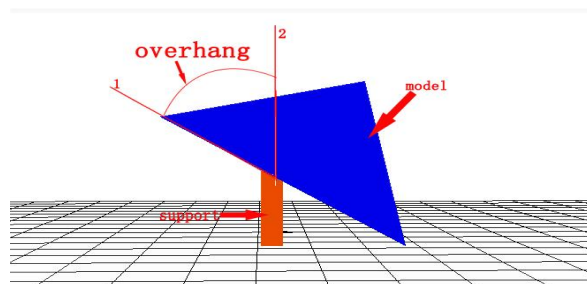

图 21，悬垂角度示意图，图中射线 1 和射线 2 的夹角即为悬垂角度
(2) 需支撑的悬垂角度（度）：取值 $0^{\circ} - 90^{\circ}$ ，当支撑垂直方向与模型接触面的夹角 (overhang, 如图 21) 大于此取值时，切片软件会自动增加支撑结构防止这些部位因为重力的原因在打印过程中掉落。该夹角的大小会影响支撑结构的数量，值越小需要支撑的部位就越多，在某些复杂模型中支撑太多会很难去除。该项默认设置为 60° ，当打印经验较丰富时可自行更改。